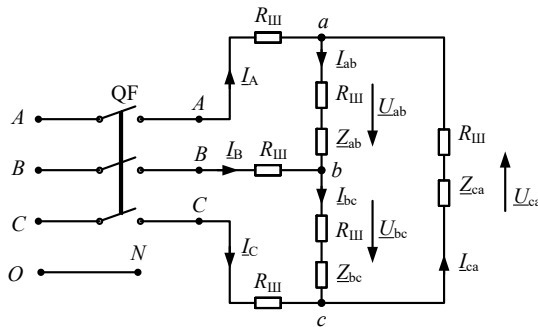

Рис. 8.1. Электрическая схема исследуемой цепи
Исследуемая трёхфазная цепь (рис. 8.1) подключается к выходным зажимам автоматического выключателя QF . Последовательно с каждым приёмником Z_{ϕ} и в каждый линейный проводник включены шунтовые резисторы с сопротивлением 1 Ом, которые служат для косвенного измерения тока. Напряжение на $R_{\text{ш}}$ численно равно току в данной ветви. В качестве приёмников Z_{ϕ} используются сопротивления и ёмкость, которые выполнены в виде наборов резисторов и конденсаторов.
2. Собрать электрическую цепь, соответствующую схеме замещения (рис. 8.1), используя в качестве приёмников z_ϕ набор сопротивлений. Установить симметричную нагрузку ($R_{ab} = R_{bc} = R_{ca}$) и показать схему преподавателю или лаборанту.